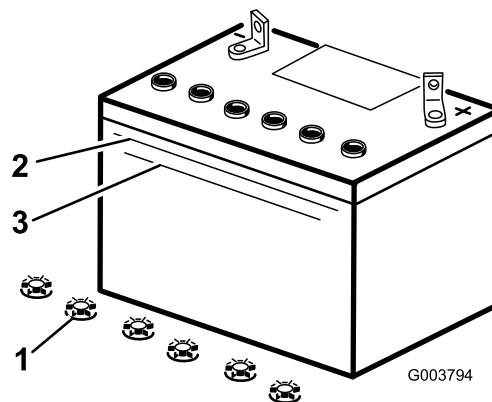

Рисунок 31
3. Посмотрите на боковую стенку аккумулятора. Уровень электролита должен доходить до верхней линии (**Рисунок 31**). Следите, чтобы уровень электролита не опускался ниже нижней линии (**Рисунок 31**).
3. Снимите крышки заливных горловин аккумулятора (Рисунок 31).
4. Медленно залейте дистиллированную воду во все элементы аккумуляторной батареи так, чтобы уровень электролита достиг верхней линии (Рисунок 31) на корпусе аккумуляторной батареи.
5. После заполнения элементов аккумуляторной батареи подождите пять–десять минут. В случае необходимости добавьте дистиллированную воду, доведя уровень электролита до верхней линии (Рисунок 31) на корпусе аккумулятора.